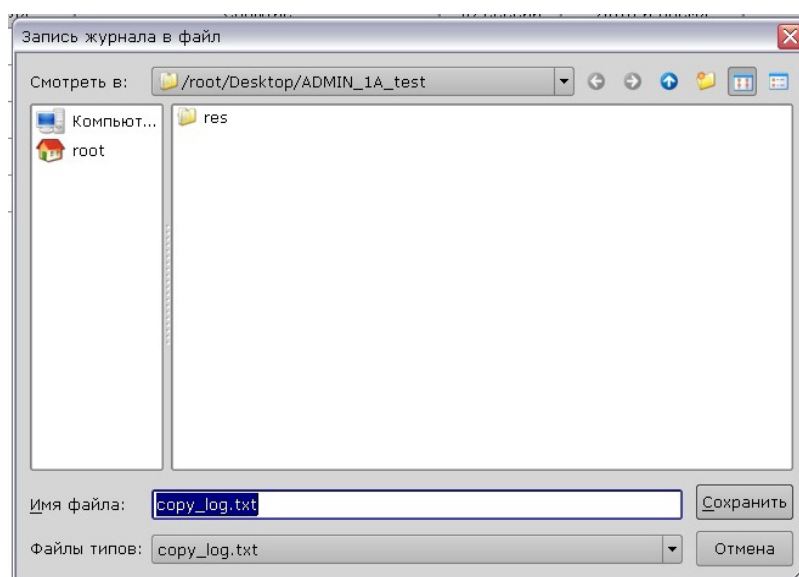

Рисунок 56 – Окно выбора файла
2. Выбрать файл для записи информации из журнала (Рисунок 56).